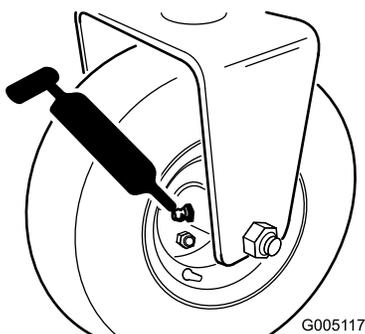

Figura 29
- Conjunto del buje del rodillo trasero, o si está equipado con un kit 3WD, embragues de rodillo de las ruedas traseras y cojinete de bolas externo (1) (Figura 29).